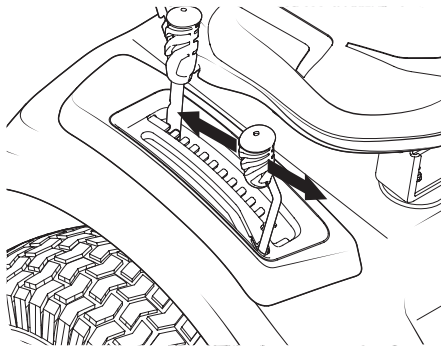

Figure 3-6
2. Poussez la manette de la prise de force (Embrayage de la lame) vers l'avant à la position « ON » embrayée. Voir la Figure 3-6.